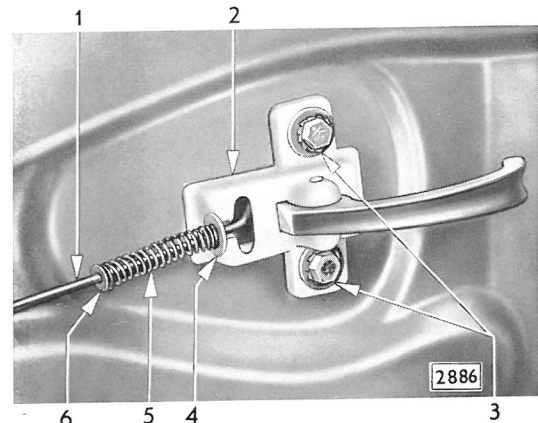

Bild 127 - Türschloß-Fernbetätigung, Anordnung
2. Fernbetätigung an Tür festschrauben (Bild 127). Hierbei beachten, daß die Fernbetätigung Langlöcher hat. In diesen Langlöchern die Fernbetätigung so einstellen, daß die Zugstange am Türschloß kein Spiel